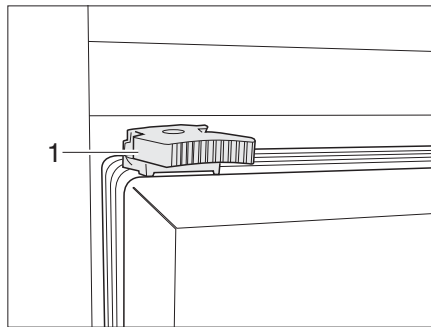

Bild 107 Kühlschranktür Verriegelung
- Verriegelung (Bild 107,1) nach links drehen.
- Verriegelung (Bild 107,1) nach rechts drehen.
- Verriegelung (Bild 107,1) nach rechts drehen, so dass die Arretierung einrastet.